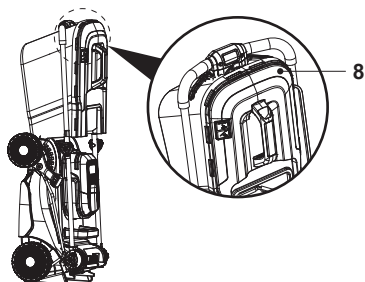

Fig. 23
7. Recomenda-se que guarde o corta-relva com o recipiente de recolha de relva (8) fixo ao corta-relva e o encaixe do triturador (24) instalado no corta-relva (Fig. 23).